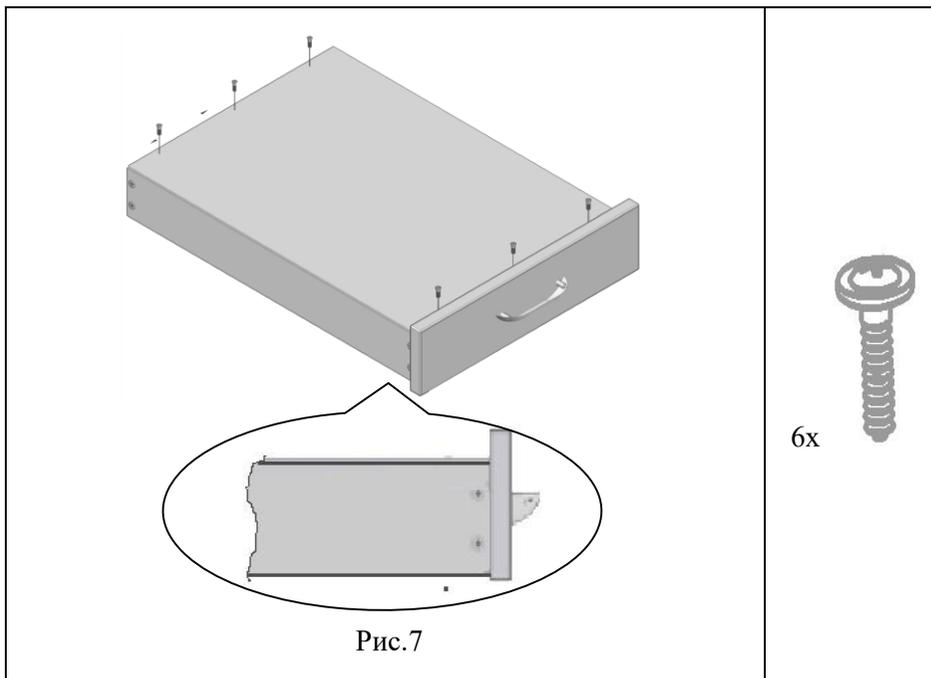

Рис.7
4.2.4 К сборке по п. 4.2.3 установить и закрепить дно ящика (поз.10) при помощи саморезов с прессшайбой 4,2x16 остр. (поз.2, пакет №53), см. рис.7.